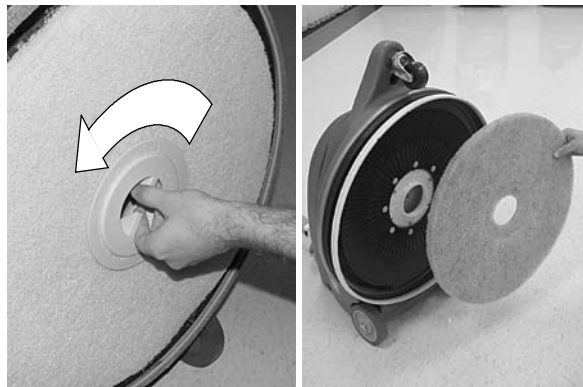

図 9
1. 毎使用後に電源コードを抜き、パッドの磨耗状態を調べます。磨耗している場合は、パッドを裏返して使用するか、もしくはパッドを交換します。（図9）